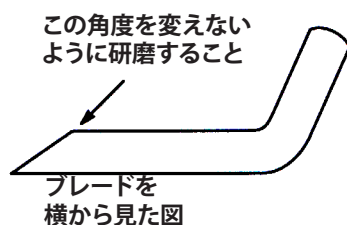

図15
3. 全部のブレードの切っ先を丁寧に点検する。切っ先が鈍くなっていたり欠けていたりした場合には研磨する。研磨は刃先の上面だけに行い、刃の元々の角度を変えないように十分注意する (図15)。ブレードの左右を均等に削れば、バランスを狂わすことなく研磨を行うことができる。